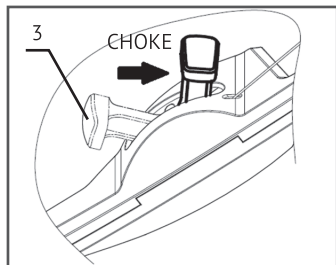

Рис.14
- Установить рычаг регулировки воздушной заслонки (3) в позицию СНОКЕ. Рис. 14. Для моделей L 4610S / L 4610SE перевести регулировку оборотов двигателя в позицию старт / заяц (↗).